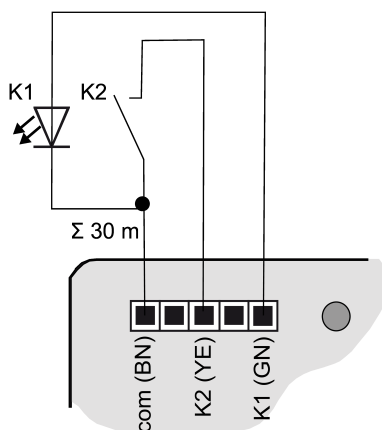
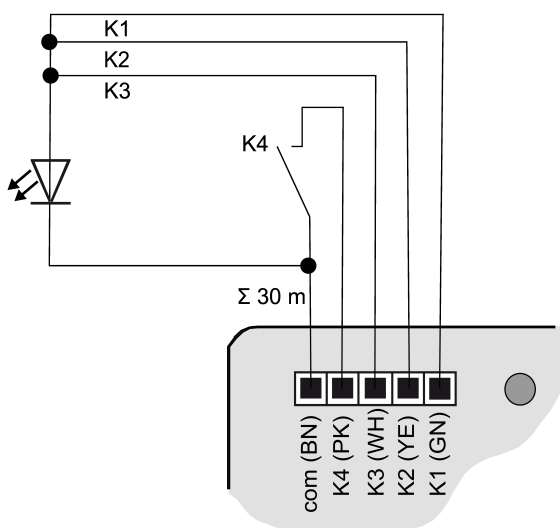

Bild 3: Anschlussbeispiel Tasterschnittstelle 2fach
Bild 7: Anschlussbeispiel mit parallelgeschalteten Ausgängen
- Taster, Schalter, Kontakte, LED oder NTC gemäß Anschlussbeispiele mit beiliegenden Anschlussleitungen (4) anschließen (siehe Bild 3) bis (siehe Bild 7). Die Anschlussbeispiele zeigen die Verwendung mit Eingängen und Ausgängen.
- i** Zur Erhöhung des Ausgangsstroms können Ausgänge bei gleicher Parametrierung auch parallel geschaltet werden, im Beispiel (siehe Bild 7) **K1-K3** sind hier parallel geschaltet.